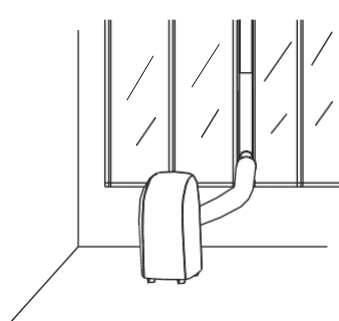

Fig. 11
12. Hela enheten är monterad enligt ritningen i fig. 11.